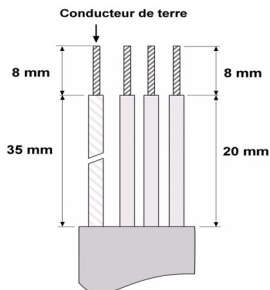

Figure 3.9: Dénudage des câbles
- Dénudez les câbles moteur et réseau comme préconisé dans la figure 3.9